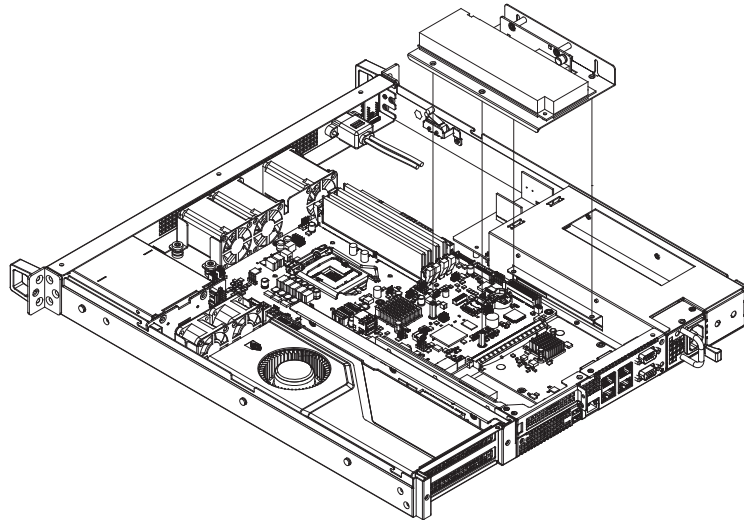

Figure 2.13 IR Module Assembly with Chassis/
4. Insert the IR module in server and screwed it with 4 screws (see Figure 2.13).
4. 使用 4 顆螺絲將組裝好的IR模块安裝至机箱中完整 IR 模块安裝（如图 2.13 所示）。